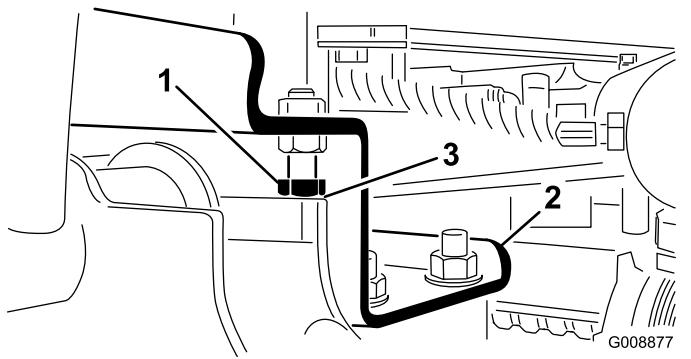

Figure 12
- A. Desserrez les boulons d'arrêt (Figure 12).
- 2. Vérifiez que l'écartement entre chaque bras de relevage et le boulon d'arrêt est de 0,13 à 1,02 mm (Figure 12). Si ce n'est pas le cas, réglez les boulons d'arrêt de manière à obtenir l'écartement voulu.